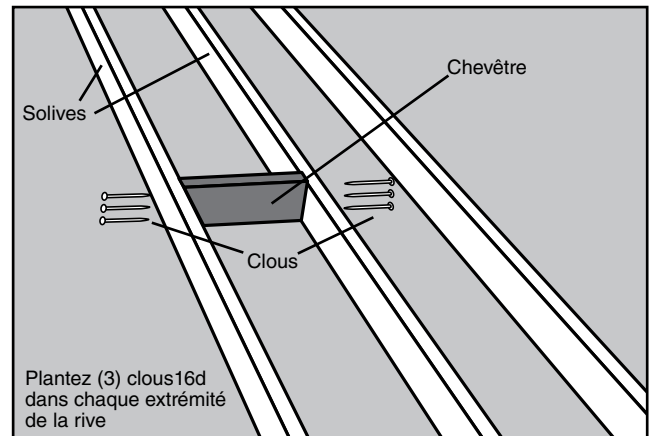

FIGURE 12
- Étape 3.** Placez un de ces chevêtres à une extrémité de votre emplacement choisi (Voyez la Figure 12). Le chevêtre doit s'adapter exactement entre les solives. Placez-le au marteau si nécessaire ; s'il s'avère trop long de 1.6 mm, limez-le. S'il est trop court de plus de 1.6 mm, coupez un autre morceau.
- Étape 4.** Mettez d'équerre la rive par rapport à une solive et plantez (3) clous 16d au travers de la solive pour pénétrer la rive. Vérifiez la perpendicularité et plantez (3) clous 16d au travers de l'autre solive pour pénétrer la rive (Voyez la Figure 12). **Il est très important que le morceau de rive soit d'aplomb verticalement comme d'équerre avec les côtés des solives.**